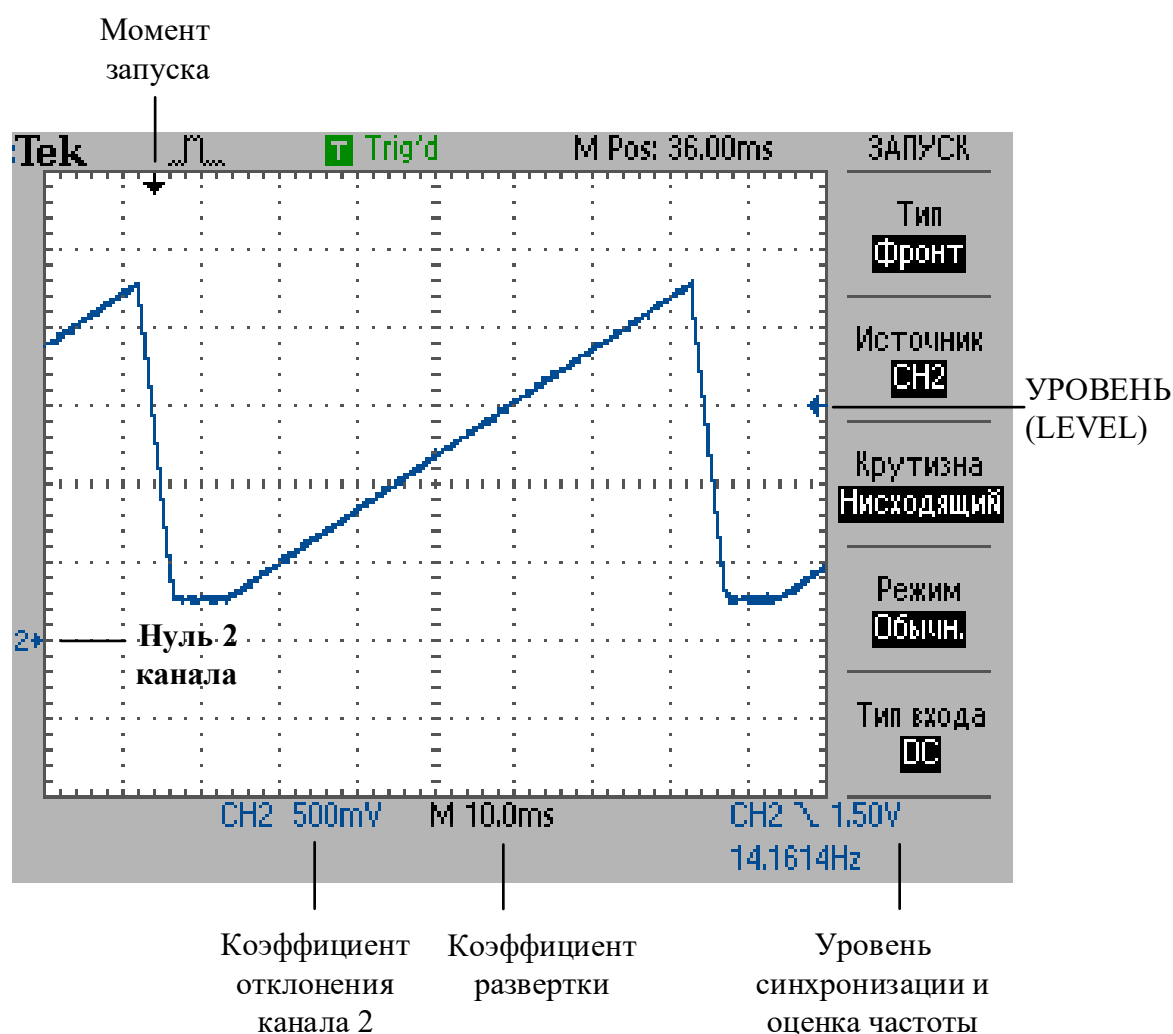

Рис. 3.9. Внешний вид экрана цифрового осциллографа TDS2022B
3. При необходимости добейтесь устойчивого изображения на ЦО вращением ручки ЗАПУСК => УРОВЕНЬ. При этом в правой части экрана ЦО (рис. 3.9) можно наблюдать указатель напряжения УРОВЕНЬ (LEVEL) синего цвета (синий цвет указывает на принадлежность к каналу CH2, жёлтый – к CH1), он перемещается по вертикали. Для устойчивости ос-
4. Ручками ГОРИЗОНТ. => ПОЛОЖЕНИЕ ↔ и ВЕРТИК. => ПОЛОЖЕНИЕ ↓ отрегулируйте положение сигнала на экране ЦО смещением по горизонтали и вертикали так, чтобы на осциллограмме был виден целый период развертки с момента начала обратного хода и до следующего обратного хода аналогично рис. 3.9.
6. На ЦО добейтесь неподвижного изображения осциллограммы напряжения развёртки ЭЛО вращением ручки ЗАПУСК \Rightarrow УРОВЕНЬ (см. рис. 3.9).
4. Плавной регулировкой временного сдвига на генераторе Г5-54 переместите импульс в центр экрана. При помощи переключателя VOLTS/DIV и ручки VAR канала CH1 отрегулируйте коэффициент отклонения осциллографа так, чтобы осциллограмма импульса вписалась между отметками шкалы 0% и 100% (рис. 3.9). При этом пунктирные линии 10% и 90% будут указывать уровни 0,1 и 0,9 от амплитуды импульса.